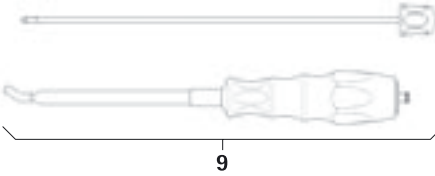

Fig. 5
- Desmontar el instrumento de inserción de varilla 9, ver Fig. 5: